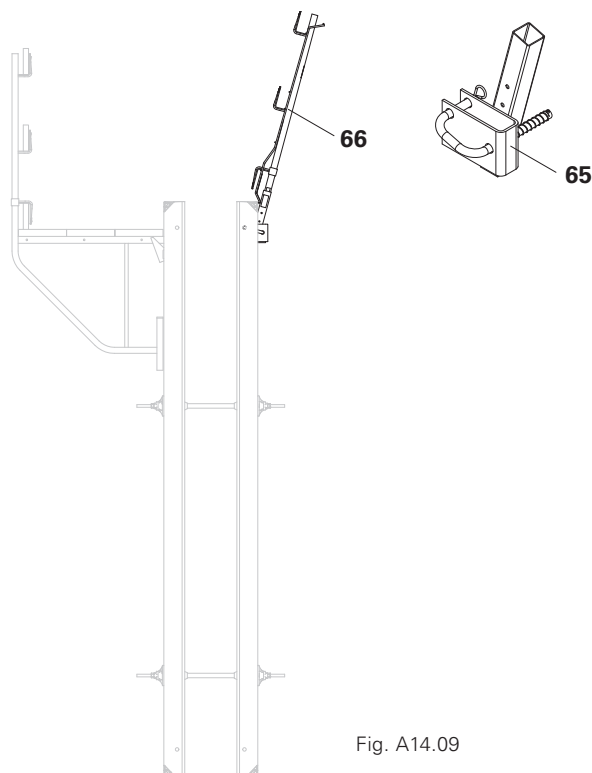

Fig. A14.09
- Montant de garde-corps TRIO (65)
- Montant de garde-corps HSGP (66)
- (Fig. A14.09)